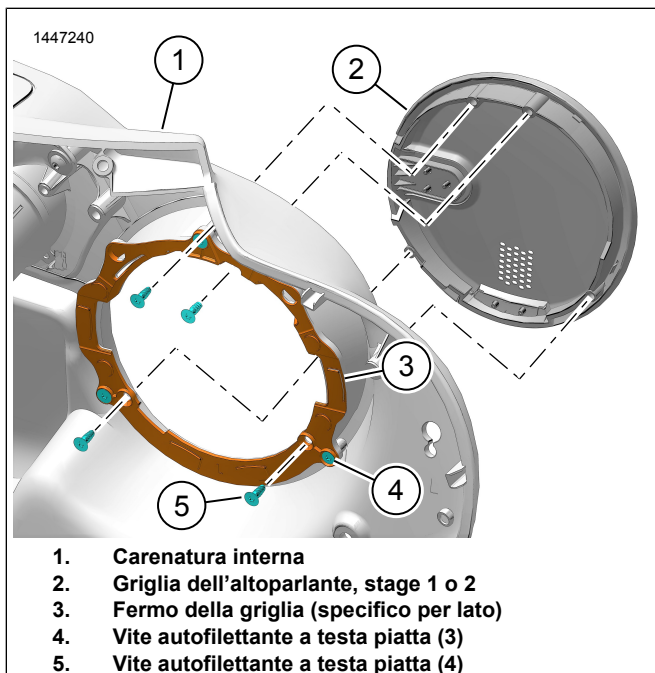

Figura 2. Gruppo griglia dell'altoparlante
1. Vedere la figura 2. Installare il fermo della griglia sulla carenatura interna.
- a. Montare il fermo della griglia (3) sulla carenatura interna (1).
- b. Installare le viti (4). Serrare.
2. Vedere la figura 2. Montare la griglia dell'altoparlante sulla carenatura interna.
- a. Montare la griglia dell'altoparlante (2) sulla carenatura interna (1).
- b. Installare le viti (5). Serrare.